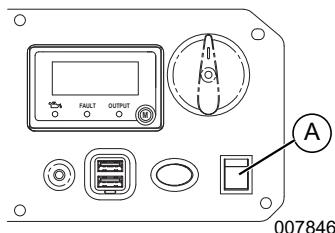

Figura 3-4. Interruptor Off/On (Apagado/Encendido)
5. Mantenga pulsado el interruptor de Off/On (Apagado/Encendido) en la posición ON. Consulte la Figura 3-4 (A). Suelte el interruptor cuando el motor arranque.